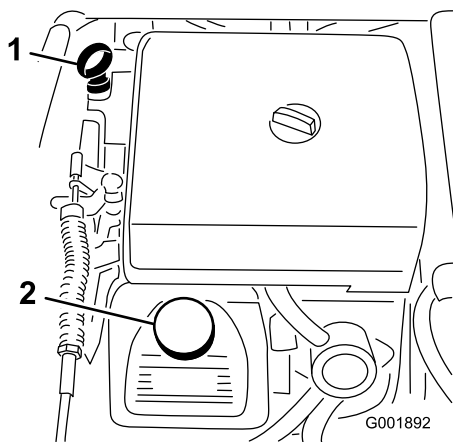

Figura 21
2. Retire la varilla y límpiela con un paño limpio (Figura 21). Introduzca la varilla en el tubo asegurándose de que entre a fondo. Retire la varilla y compruebe el nivel de aceite.
3. Si el nivel de aceite es bajo, retire el tapón de llenado de la cubierta de la válvula (Figura 21) y vierta aceite por el orificio hasta que el nivel llegue a la marca Lleno de la varilla; consulte el tipo y la viscosidad correctos en la sección Mantenimiento del aceite del motor. Añada el aceite lentamente y compruebe el nivel a menudo durante este proceso. No llene demasiado.